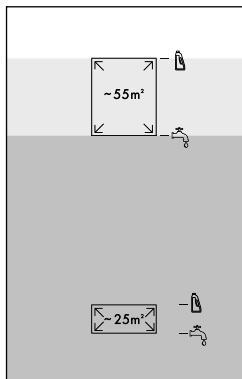

Abb. 9
- ◆ Füllen Sie für große Flächen  (bis zu 55 m2) Leitungswasser oder destilliertes Wasser bis zur dritten Füllstand-Markierung  in den Frischwasserbehälter ⑪ (siehe Abb. 9).
- ◆ Füllen Sie für große Flächen  (bis zu 55 m2) Reinigungsmittel bis zur vierten Füllstand-Markierung  in den Frischwasserbehälter ⑪ (siehe Abb. 9).